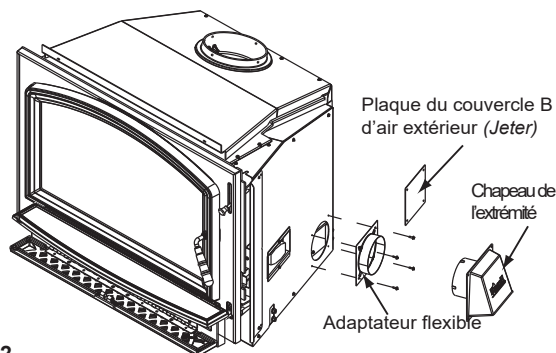

Figure 18.2
5. Retirez la plaque B du couvercle de l'air extérieur sur la boîte extérieure et jetez-la, Figure 18.2.
5. Retirez la plaque de couverture d'air extérieur B sur la boîte extérieure et jetez-la. Figure 18.2.